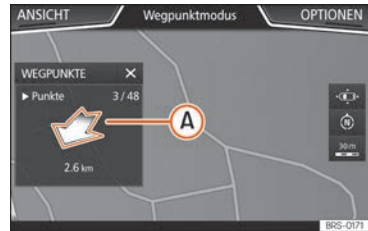

Abb. 229 Routenführung Offroad-Modus
- Die tendenzielle Fahrtrichtung wird durch Richtungspfeile auf gerader Linie im Pop-up-Fenster des Infotainment-Systems angezeigt »» Abb. 229 (A).